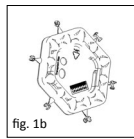
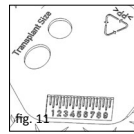

fig. 1b
fig. 11
■ **fig. 1b/11** Șabloanele imprimate pe partea din spate a discului separator (fig. 1b) arată mărimea minimă a grefei pentru căptușirea timpanului (fig. 11).
■ **fig. 11** Scala milimetrică servește măsurătorilor de comparație generale, care pot fi de ajutor în timpul operațiilor pe urechea medie. În principiu partea din spate poate fi